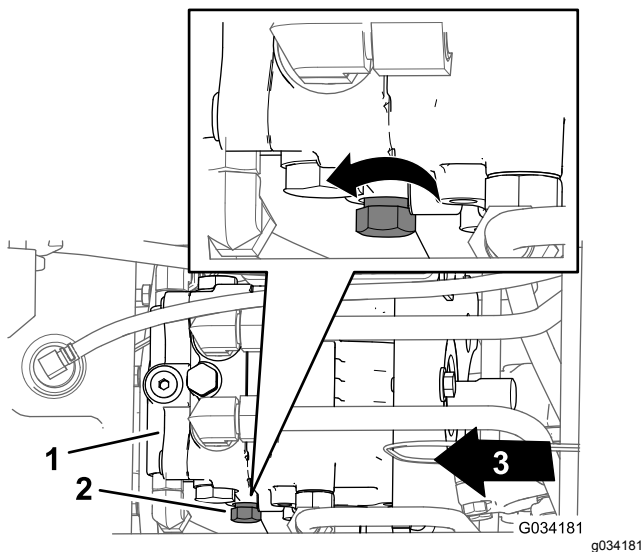

Figura 32
2. Localice el mando de la válvula de desvío, en el lado izquierdo de la bomba hidráulica (Figura 32).
3. Gire el mando 3 vueltas en sentido antihorario (Figura 32).
1. Localice el mando de la válvula de desvío, en el lado izquierdo de la bomba hidráulica (Figura 32).
2. Gire el mando (Figura 32) en sentido horario hasta que note resistencia (la válvula de desvío está cerrada).